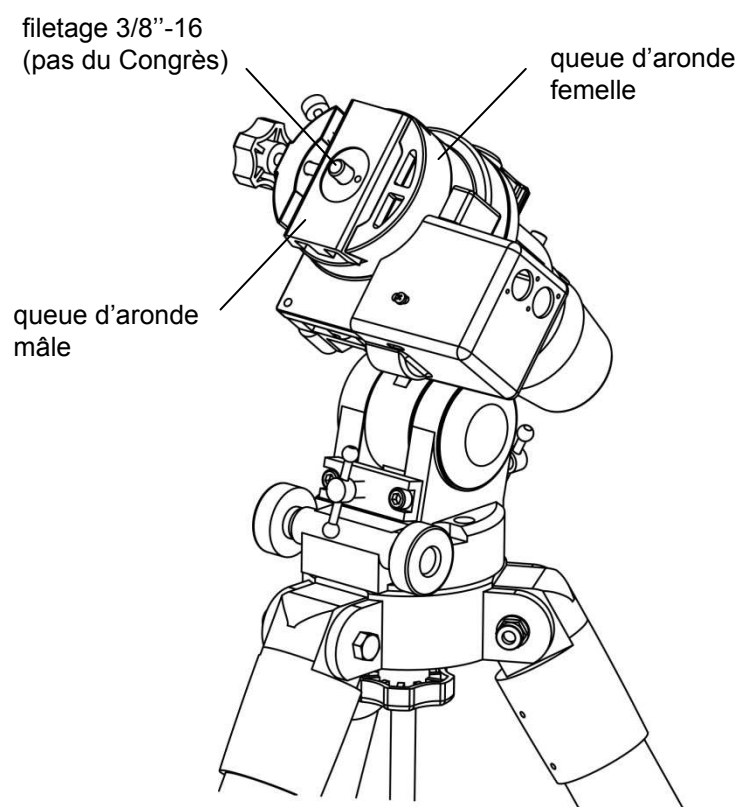

Fig. 13
1.8.2. Insérez la queue d'aronde mâle équipée d'une vis 3/8"-16 (pas du Congrès) dans la queue d'aronde femelle. Ce filetage est compatible avec la plupart des rotules classiques et rotules-boule disponibles sur le marché. Vous pouvez y fixer ensuite votre appareil photo pour profiter des fonctions de pointage et de suivi de la monture (fig. 13).